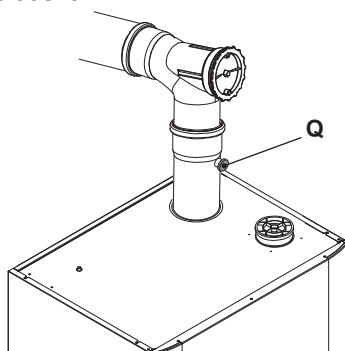
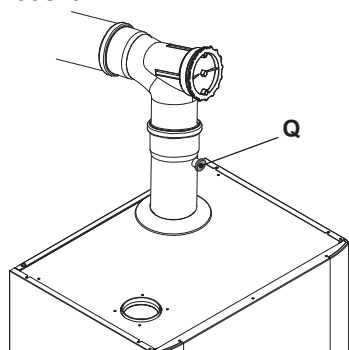

Figura 7.3
Figura 7.4
- Collegare un analizzatore fumi alla presa di analisi fumi (Q) posta sugli scarichi fumi della caldaia Figura 7.3 e Figura 7.4.